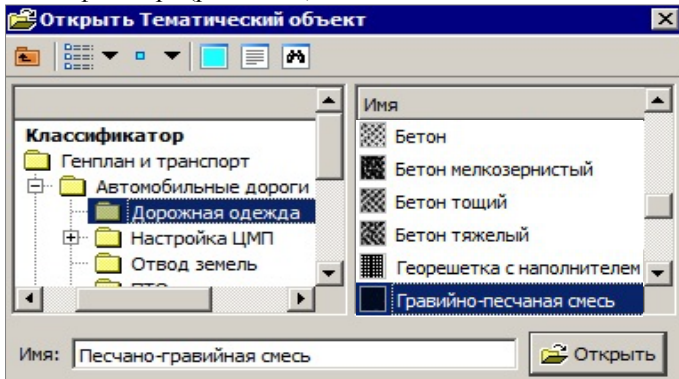

Рис. 19.12
- Для добавленной строки выберите материал из числа объектов классификатора (рис. 19.12).